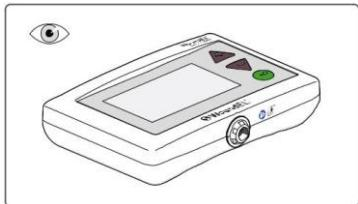

Figure 33. Contrôlez l'appareil de tous les côtés.
1. Vérifiez le dispositif WoundEL® sur tous les côtés et les ports de connexion pour les signes visibles de saleté voir *Figure 33*.